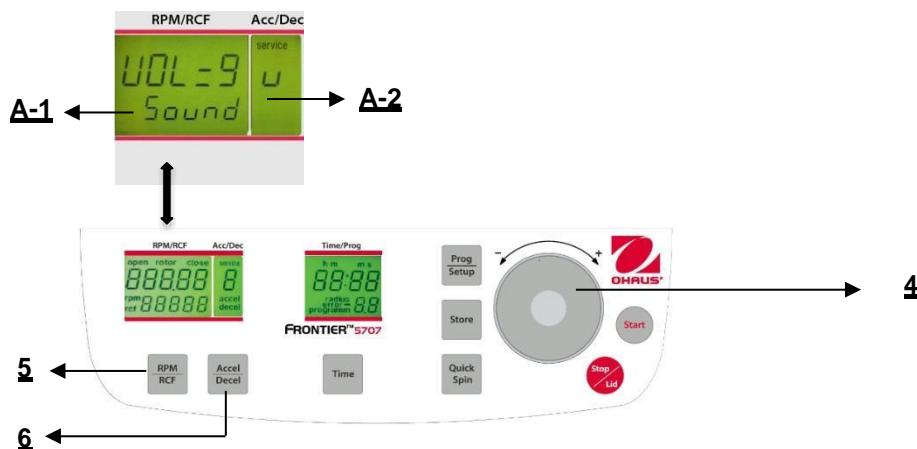

Figure. 30
Poursuivre conformément à la description du paragraphe 4.1.2 pour entrer dans ce mode de programme et appuyer ensuite sur la touche "Accel/Decel" (6). Sur l'affichage "Acc/Dec" (A-2), le mot "Service" clignote. Sélectionner maintenant la lettre "U" avec le cadran de réglage (4). Ceci entraîne l'apparition des mots "Vol=0-9/Sound" sur l'affichage "RPM/RCF" (A-1). Après avoir appuyé sur la touche "RPM/RCF" (5), l'utilisateur peut régler le volume désiré entre 0 (faible) et 9 (fort) avec le cadran de réglage (4) (voir la figure 30).